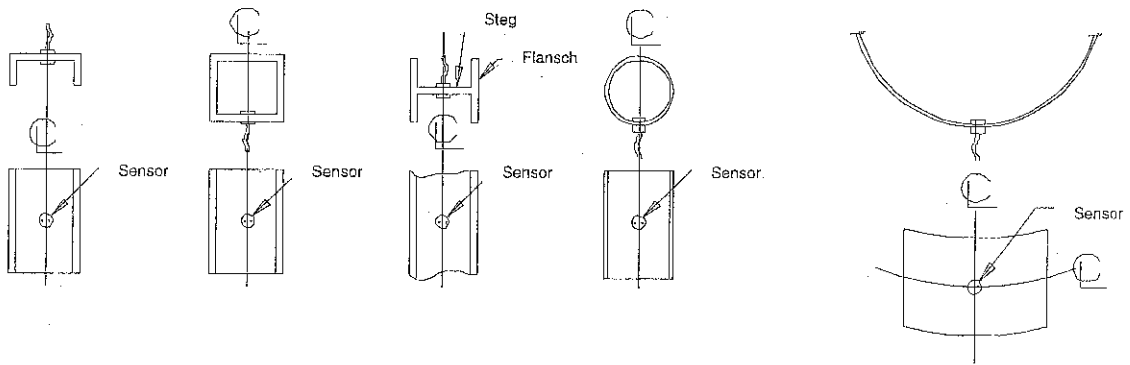

Bild 3.9
3.3.2 Der Sensor **muß** grundsätzlich in der Mittelachse der Stütze montiert werden (s. Abb. 3.9), bei Doppel-T-Trägern **immer** im Steg.
Der Sensor **muß** in der Mittelachse des Trägers montiert werden, **NIEMLS** im Trägerflansch (s. Abb. 3.9)